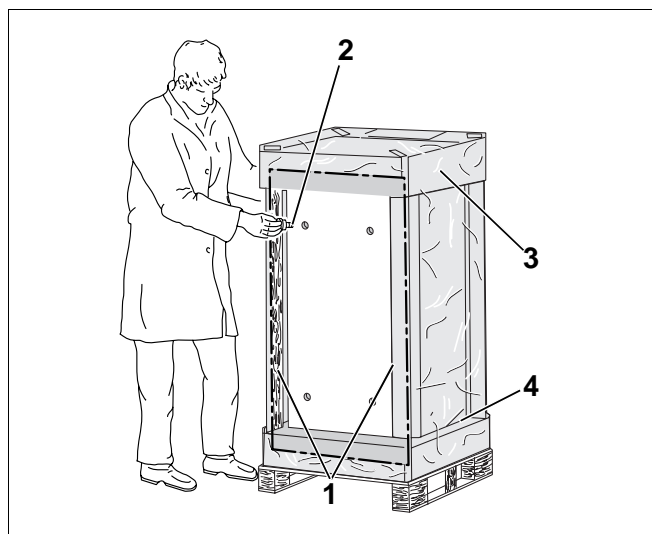

Рис. 3 Вырезать упаковочную пленку и закрутить опорные болты
- Вырезать упаковочную пленку на стороне, противоположной наклейке "Kessel-Speicheroberseite" ("Верх бака") (рис. 3).
- Закрутить 4 опорных болта, (рис. 3, **поз. 2**) входящих в комплект поставки отопительного котла, на 15 – 25 мм.
- Удалить обе деревянных угловых планки (рис. 3, **поз. 1**) на нижней стороне бака-водонагревателя.